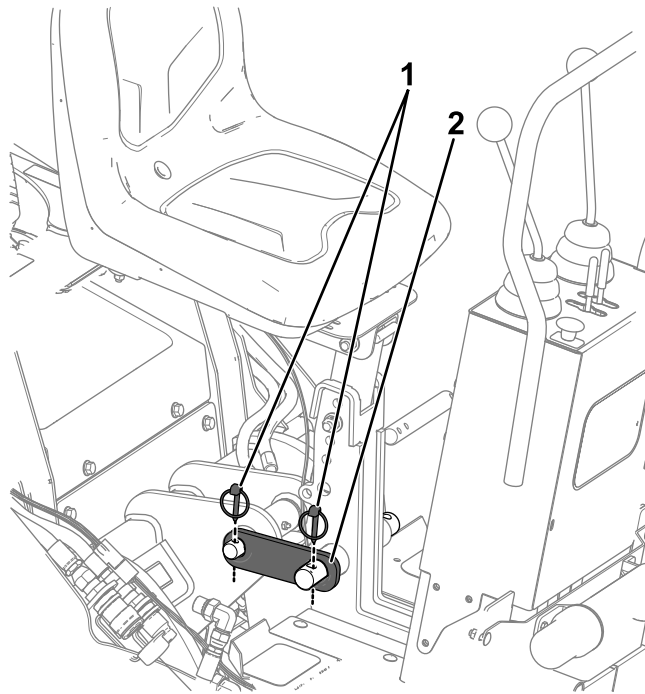

Bild 4
3. Montieren Sie ein Anbindungsglied wie in Bild 4 dargestellt. Sichern Sie das Anbindungsglied mit zwei Sicherungsstiften.